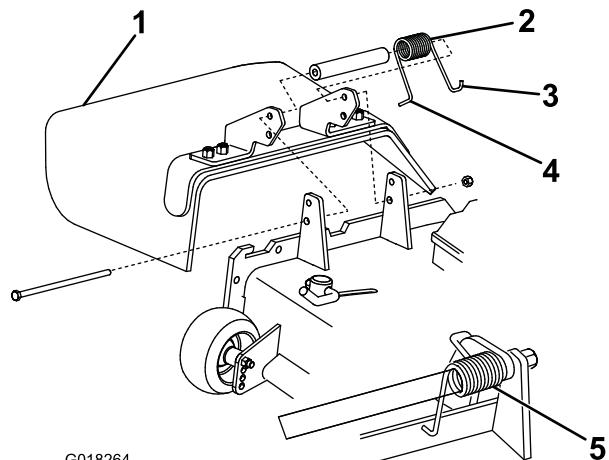

図 2
- スプリングの右側の J フックを、デフレクタに引っ掛ける（図 2）。